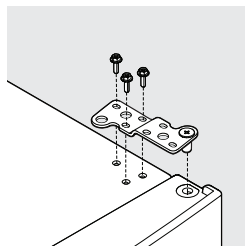

figure 2
3. À l'aide d'une douille de 5/16 po, desserrez les 3 vis de la charnière supérieure (figure 2).